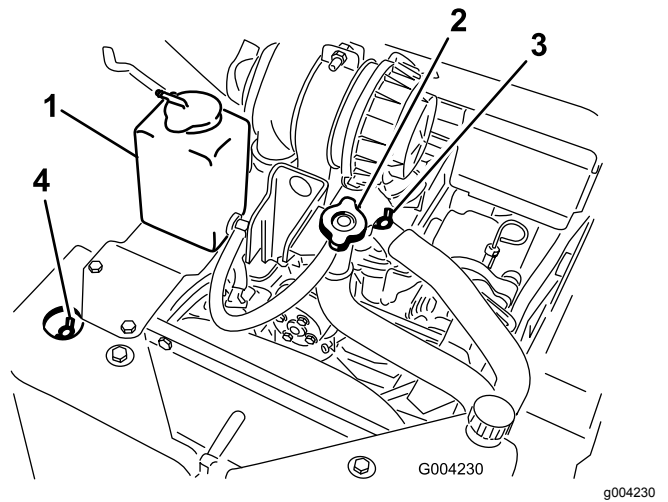

Bild 51
A. Nehmen Sie den Kühlmittel-Fülldeckel ab (**Bild 51**).
- B. Öffnen Sie das vordere und obere Entlüftungsventil für das Kühlmittel (**Bild 51**).
- C. Füllen Sie Kühlmittel in den Füllstutzen ein, bis das Kühlmittel aus dem vorderen Entlüftungsventil für das Kühlmittel tritt (**Bild 51**).
- D. Schließen Sie das vordere Entlüftungsventil für das Kühlmittel (**Bild 51**).
- E. Füllen Sie Kühlmittel in den Füllstutzen ein, bis das Kühlmittel aus dem oberen Entlüftungsventil für das Kühlmittel tritt (**Bild 51**).
- F. Schließen Sie das obere Entlüftungsventil für das Kühlmittel (**Bild 51**).
- G. Füllen Sie Kühlmittel in den Füllstutzen, bis der Kühlmittelstand am Füllstutzen liegt (**Bild 51**).
- H. Setzen Sie den Kühlmittel-Fülldeckel auf (**Bild 51**).